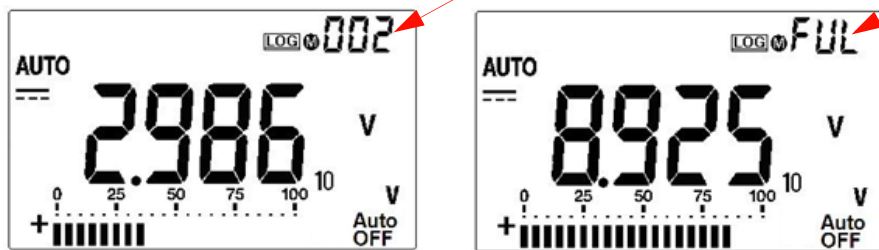

Figura 2-1 Indicador de registro manual
- 2 Vuelva a presionar  (Log) para obtener el siguiente valor que desee guardar en la memoria, consulte la Figura 2-1.